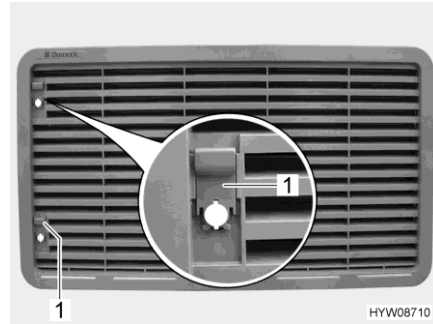

Bild 184 Kühlschrank-Lüftungsgitter
- Schieber (Bild 184,1) nach oben schieben.